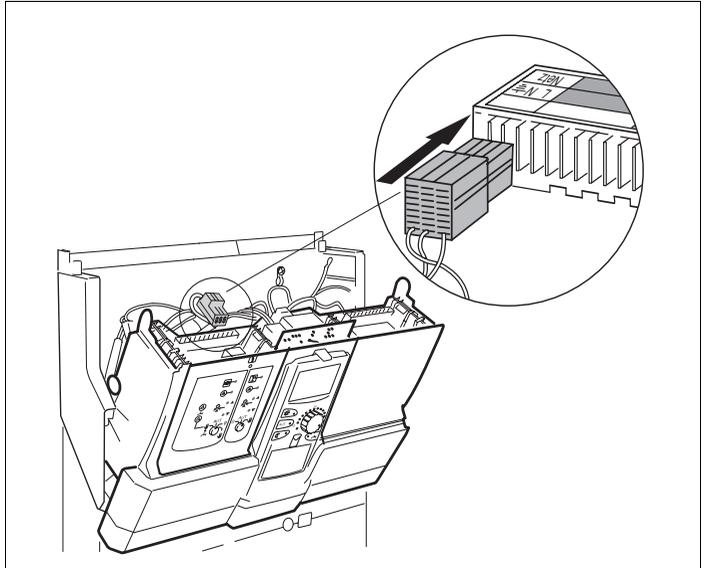

Fig. 7 Raccorder le point de connexion 1 au réseau
- Insérer la fiche de raccordement du module de 230 V dans l'emplacement prévu du bornier (voir détail fig. 7).
- Retirer la fiche de raccordement du module de 230 V (voir fig. 7, page 15) ainsi que tous les câbles de raccordement du module ZM 424 et fixer en position d'attente.